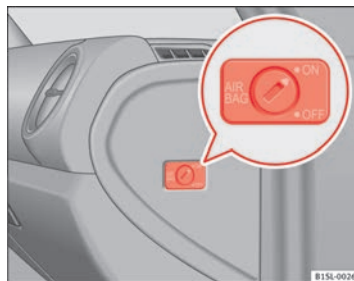

Fig. 49 No lado do passageiro: interruptor de chave para activar e desactivar o airbag frontal do passageiro.
- Com a ajuda da chave do veículo, rode o interruptor de chave para a posição **OFF** ⇒ Fig. 49.
- Com a ajuda da chave do veículo, rode o interruptor de chave para a posição **ON** ⇒ Fig. 49.